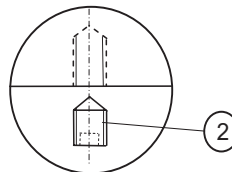

Abb. 1
2. Gewindestift (e) M4 herausdrehen. (Abb.1) / Unscrew the threaded pin (s) M4 (Abb.1) / Dévisser la tige (s) taraudée (s) M4 (Abb.1).